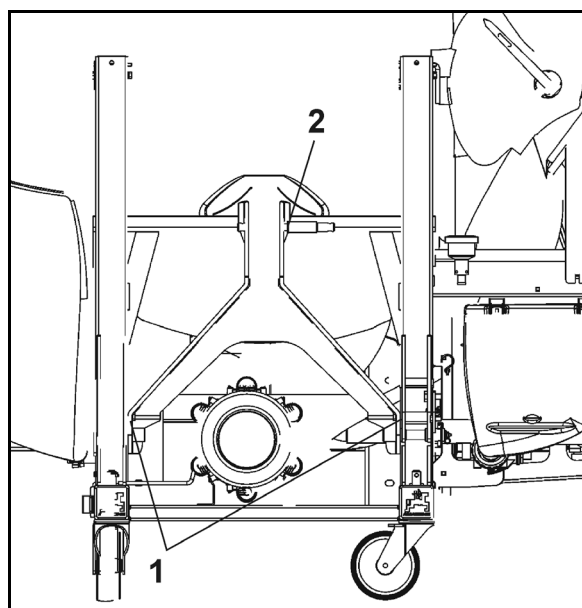

Fig. 35
- liftarmebolt (Fig. 35/1)
- topstangsbolte (Fig. 35/2)